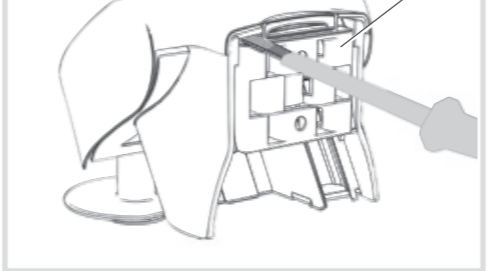

Bild 4: lossa fästet
Väderstationen levereras inklusive fäste för vägg och mast (6). Denna är vid leveransen låst på baksidan (bild 4).
- Lossa fästet (6) försiktigt ur låset med en skruvmejsel och skjut den nedåt (bild 4).